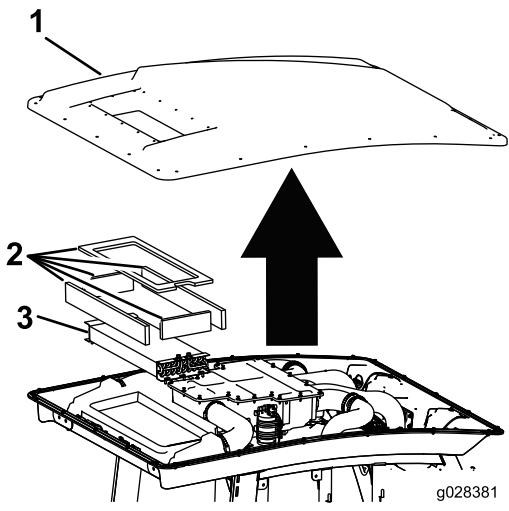

Figura 95
3. Rimuovete il tetto della cabina togliendo i 22 bulloni che lo fissano (Figura 95).
- 4. Togliete i filtri dell'aria (Figura 95).
- 5. Rimuovete e pulite le serpentine refrigeranti (Figura 95).